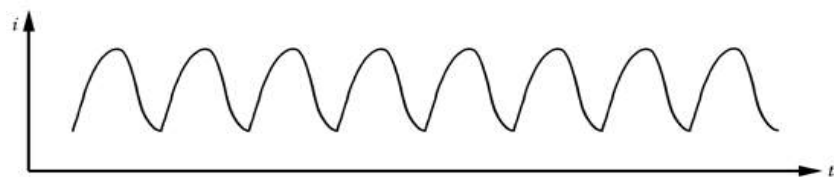

Рисунок 1- Двухполупериодный непрерывный ДН
2.2.1 Двухполупериодный непрерывный ДН – импульсы тока синусоидальной формы с экспоненциальным срезом частотой 100 Гц (рисунок 1).